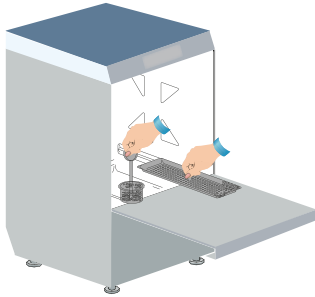

Abb. 1
• Kontrollieren, ob sich der Saugfilter der Pumpe ordnungsgemäß in seinem Sitz am Boden des Spülraums befindet (siehe Abb. 1).
- Oberflächenfilter einsetzen (siehe Abb. 1).